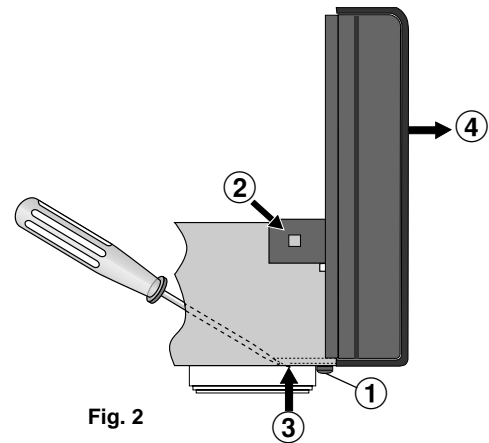

Fig. 2
- Schraube (1) (Fig. 2) am Gehäuseboden herausdrehen.
- Laschen (2) links und rechts der Frontblende sowie 3 Haltezapfen (3) am Gehäuseboden ausrasten (Fig. 2).
- Frontblende mit dem Laufwerk vorsichtig nach vorne (4) abziehen (Fig. 2).
- Undo the screw (1) (Fig. 2) on the bottom of the cabinet.
- Disengage the lugs (2) on the left and right of the front panel and 3 prongs (3) on the bottom of the cabinet (Fig. 2).
- Pull the front panel with the drive mechanism carefully towards the front (4) (Fig. 2).